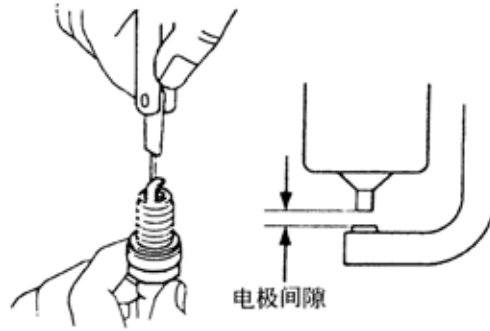

图 9-17
3) 检查火花塞电极间隙，如图 9-17 所示。标准火花电极间隙：1.0~1.1mm（5A-FE 型发动机），0.7~0.8(8A-FE 型发动机)。